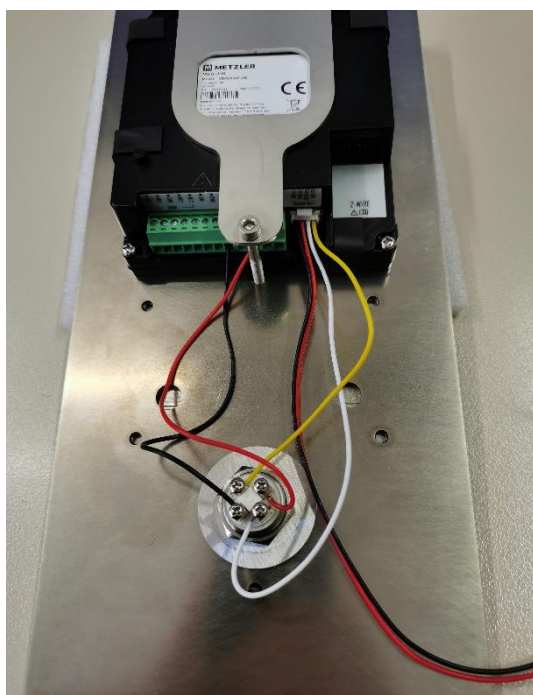

Abbildung 4
- Bitte verbinden Sie jetzt das gelbe Kabel (GND -) und das weiße Kabel (12VOUT +) wieder mit dem Klingeltaster. Achten Sie bitte auf einen festen Sitz an den Schraubklemmen des Klingeltaster. (Siehe *Abbildung 4 & 5*)